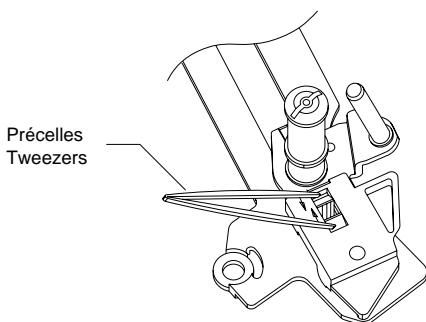
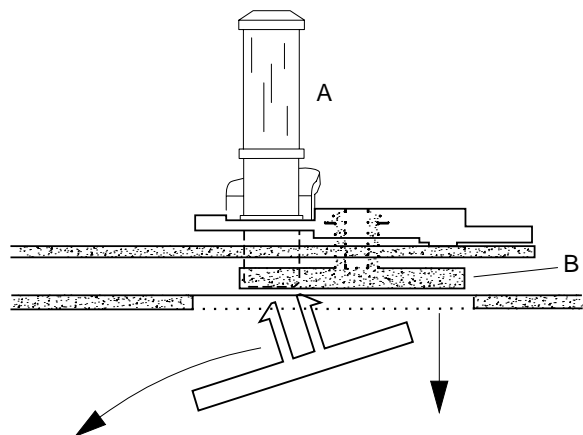

Fig. 18
Fig. 19
- A l'aide d'une pince resserrer les deux crochets à clip et retirer le guide-bande du chariot (Fig. 18).
- A l'aide d'une pince resserrer les deux crochets à clip (Fig. 18) et retirer le guide "A" de la plaque "B" (Fig. 19).
- Dégager le bras de chargement gauche de la plaque et retirer celle-ci de la mécanique par le bas à travers l'orifice du châssis (Fig. 19).
- Compress the two snap hooks by means of tweezers and remove the reverse roller from the holding plate (Fig. 18).
- Compress the two snap hooks by means of tweezers (Fig. 18) and remove the reverse roller "A" from the plate "B" (Fig. 19).
- Release the loading arm (left) from the holding plate and withdraw the latter through the cutout in the chassis (Fig. 19).